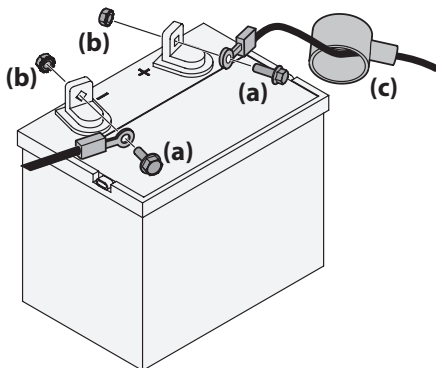

Figura 2-11
3. Retire la cubierta plástica, si está presente, del borne positivo de la batería y una el cable rojo al borne positivo de la batería (+) utilizando el perno (a) y la tuerca hexagonal (b). Vea la Figura 2-11.
4. Retire la cubierta plástica, si está presente, del borne negativo de la batería y una el cable negro al borne negativo de la batería (-) utilizando el perno (a) y la tuerca hexagonal (b). Vea la Figura 2-11.